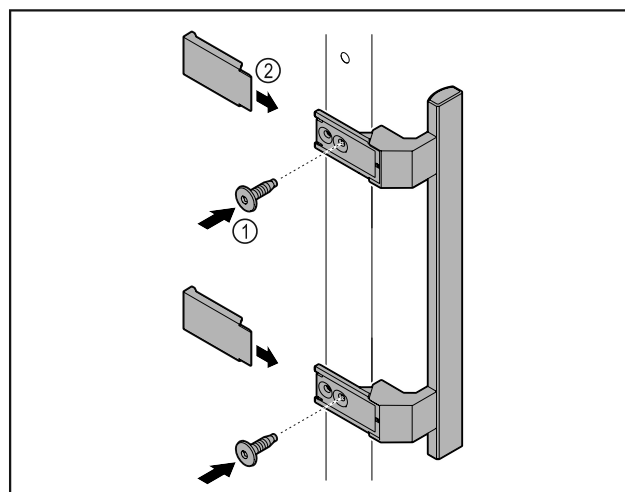

Fig. 5
- Zamontować uchwyt z dodatkowego opakowania na drzwiach przy użyciu dołączonych śrub Fig. 5 (1).
- Założyć osłonę Fig. 5 (2).